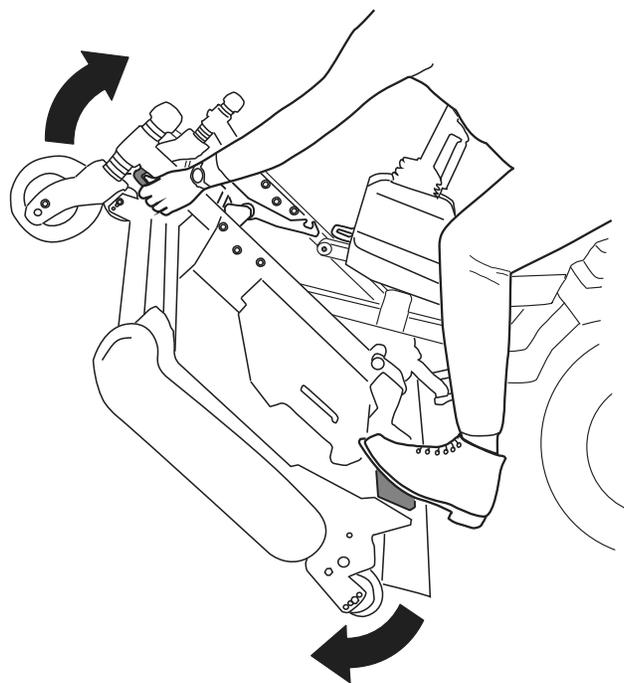
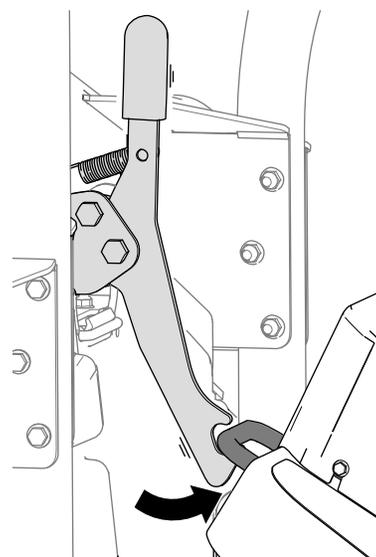
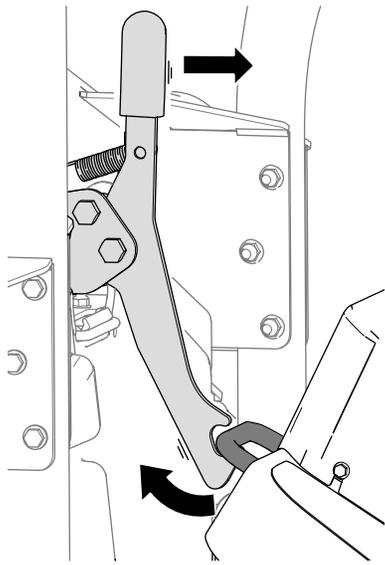

图 39
图 40
图 41
5. 旋转滚刀组图 39使门锁与栓系支架结合图 40。
1. 轻微向前转动滚刀组请参阅图 39并将门锁手柄向前拉从栓系支架松开滚刀组门锁图 41。